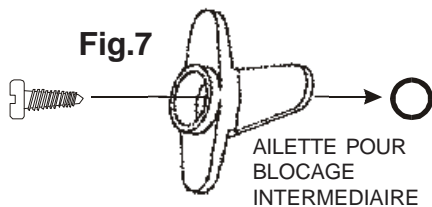

Fig.7
- Fixer (avec les vis spécialement prévues) les blocs intermédiaires en ayant soin de permettre la rotation de l'aillette de blocage (voir fig. 7)